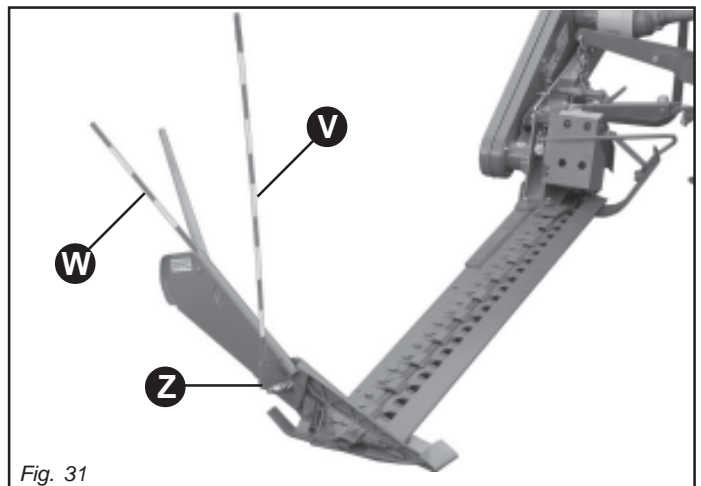

Fig. 31
Die Anzeigestange wurde aus Sicherheitsgründen in die Maschinenausrüstung aufgenommen und zeigt den Raumbedarf der Mähmaschine während der Arbeit an. Während der Arbeitsphase ist die Anzeigestange in die Stellung (V) Abbildung 31 zu bringen und mit der Schraube (Z) zu sperren, während die Sicherheitsstange für den Transport in die Stellung (W) zu bringen ist.